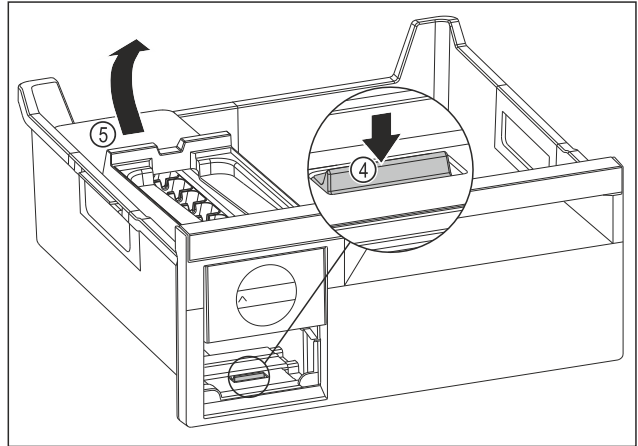

Fig. 242
- Scoaterea corpului EasyTwist-Ice: Apăsați eclisa Fig. 242 (4) cu degetele în jos și concomitent cu cealaltă mână ridicați corpul EasyTwist-Ice Fig. 242 (5) din spate.